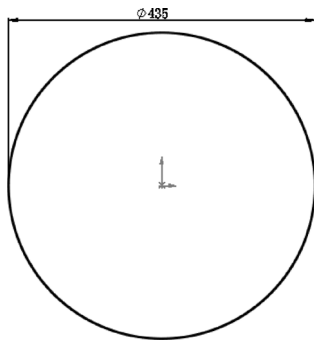

图 8-25 标注圆的直径
**02** 绘制草图。在“FeatureManager 设计树”中选择“前视基准面”作为绘图基准面，然后选择菜单栏中的“工具”→“草图绘制实体”→“圆”命令，或单击“草图”控制面板中的“圆”按钮，绘制直径为 435mm 的圆，圆的中心在 origin，如图 8-25 所示。